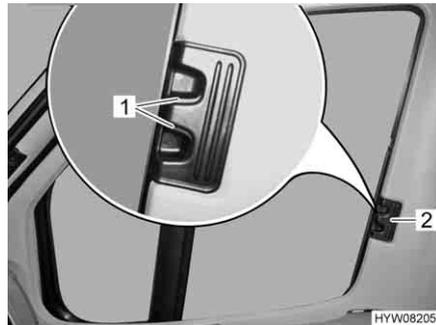

Bild 83 Faltdunkelung für Fahrer-/ Beifahrerfenster
- Entriegelungsgriffe (Bild 83,1) zusammendrücken und gedrückt halten.
- Die Faltdunkelungen für das Fahrerfenster und das Beifahrerfenster am Griff (Bild 83,2) zur anderen Fensterseite ziehen und an den Magnetstreifen aneinanderfügen.
- Die Faltdunkelungen für das Fahrerfenster und das Beifahrerfenster am Griff (Bild 83,2) bis zum Anschlag einschieben.
- Entriegelungsgriffe (Bild 83,1) loslassen und einrasten lassen.